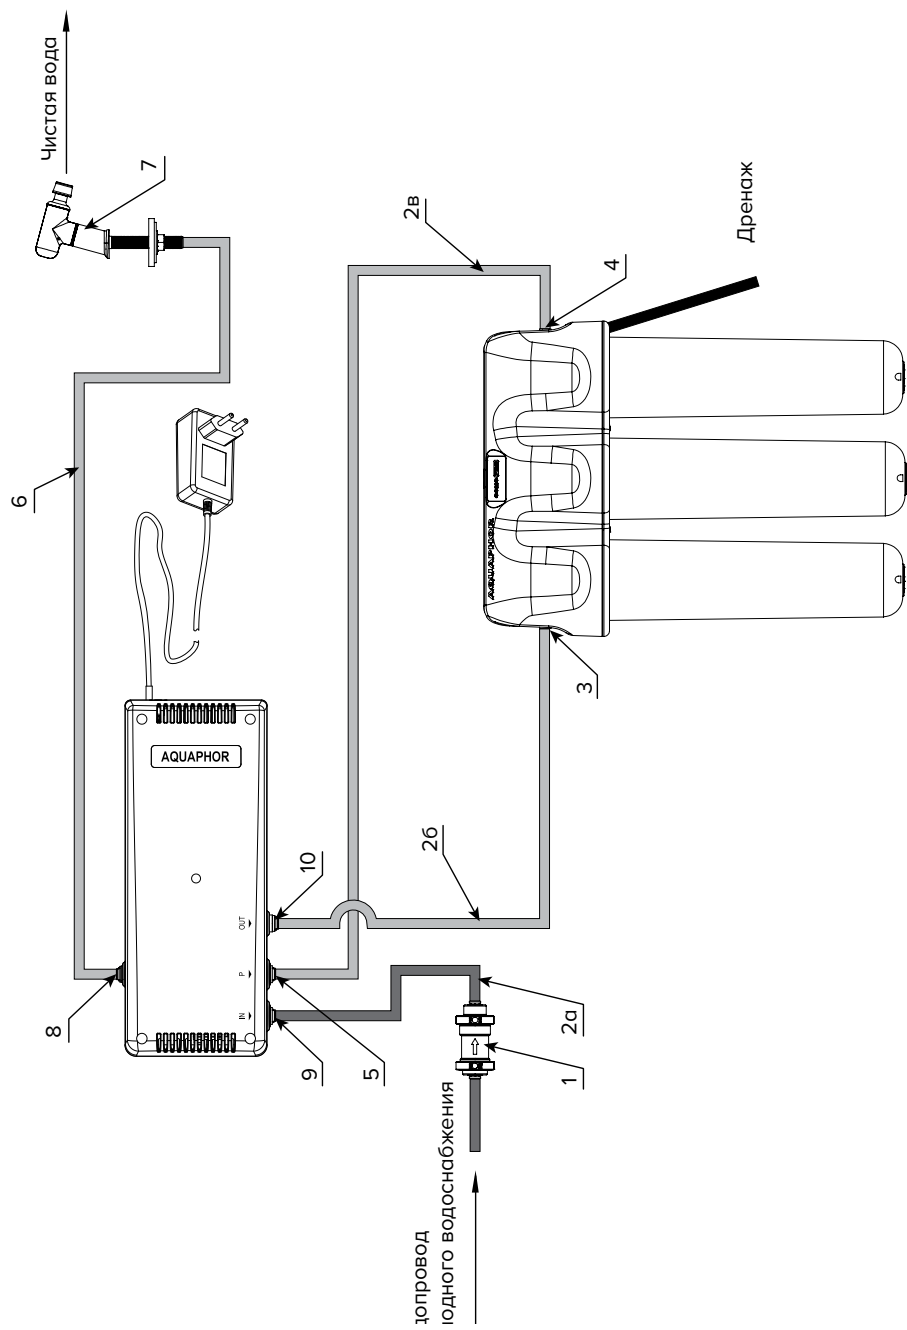

Рисунок 7. Схема подключения КПД к автомату питьевой воды Аквафор DWM-312S Pro
## ПОДКЛЮЧЕНИЕ КПД К АВТОМАТУ ПИТЬЕВОЙ ВОДЫ АКВАФОР DWM-312S Pro (рис. 7)
- Извлеките трубку JG (6) из штуцера (4).
- Подключите собранный редуктор с трубкой (1), входящий в комплектацию КПД, к штуцеру входного крана (водопровод холодного водоснабжения). Убедитесь, что направление стрелки на корпусе редуктора соответствует показанному на рис. 7. После чего трубку JG (in) (2а) подсоедините к свободному выходу редуктора (1), другой конец трубки подсоедините к штуцеру (9) КПД.
- Подключите трубку JG (out) (2б) к входному штуцеру DWM (3), другой конец трубки подсоедините к штуцеру (10) КПД.
- Подключите трубку JG (2в) к штуцерам (4) и (5).
- Подключите трубку JG (6), входящую в комплектацию DWM и идущую от наконечника для чистой воды (7), к штуцеру (8).